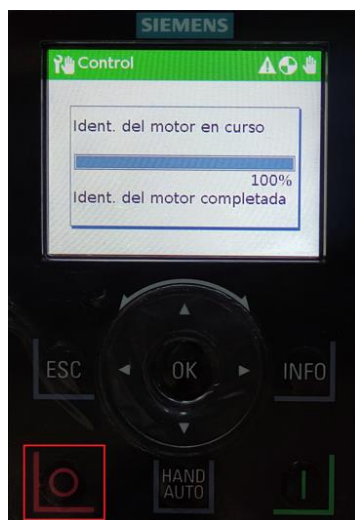

Figura 19. Identificación del motor
- (9) Después de terminar la identificación del motor presionar el botón **“OFF”** (ver Figura 19) para después presionar el botón **“HAND/AUTO”**.